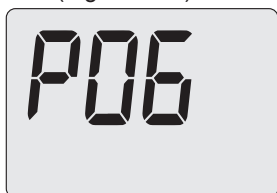

Figura 7.11
- Scorrere i vari parametri utilizzando i tasti 13 o 14 fino a far apparire sul display LCD codice **P06**, indicante l'entrata nel "parametro P06" (Figura 7.11).